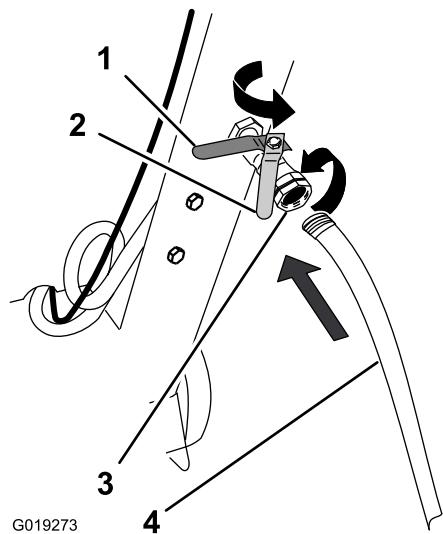

Figura 28
2. En la parte trasera de la máquina, por debajo de la consola del operador, localice la válvula de cierre de agua y el acoplamiento (Figura 28).
3. Asegúrese de que la palanca de la válvula de cierre está en la posición de Cerrado (Figura 28).
4. Alinee la manguera con el acoplamiento y conecte la manguera al acoplamiento (Figura 28).
7. **Para cortar en húmedo** gire la palanca de la válvula de cierre de agua a la posición de Abierto (Figura 28).
3. **Para cortes en húmedo** gire la palanca de la válvula de cierre de agua a la posición de Cerrado (Figura 28).